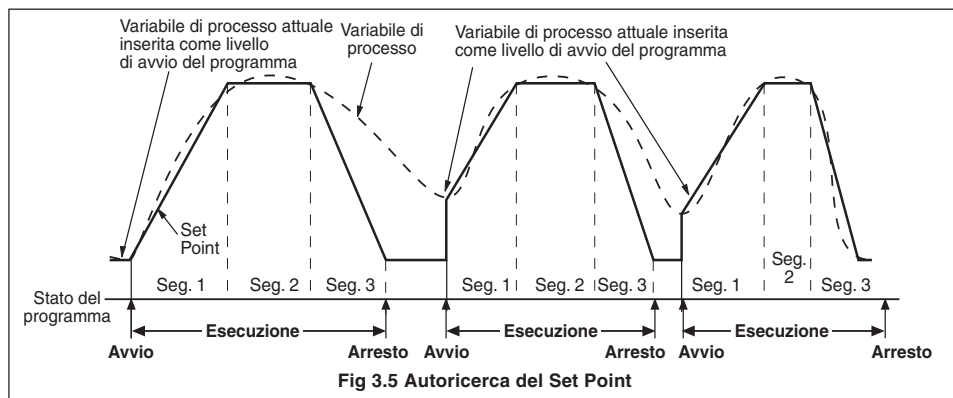

Fig. 3.5 Autoricerca del Set Point
- **Funzione di autoricerca del Set Point** – evita ritardi inutili all'avvio di un programma – vedere Fig. 3.5.
3.2.4 Autoricerca del Set Point – Fig. 3.5